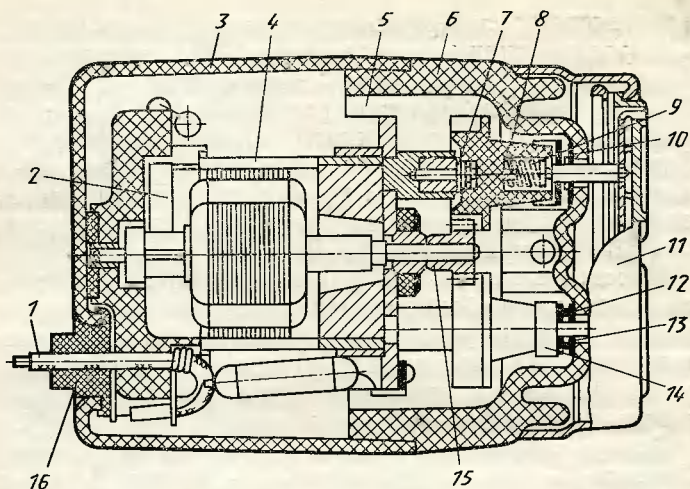

Рис. 35. Электробритва «Молодость»:
Бритва состоит из корпуса 6 (рис. 35), ножевого блока 11 и крышки 3. В корпусе установлен малогабаритный коллекторный электродвигатель 4, на вал которого надета трибка 15, передающая вращательное движение ножам через зубчатые колеса 8 и 14. Ножевой блок электробритвы «Молодость» аналогичен ножевому блоку электробритвы «Харьков». Он состоит из двух круглых вращающихся ножей. Плотное прилегание подвижных ножей к неподвижным осуществляется пружинами 9.
**Разборка.** Снять ножевой блок 11 (см. рис. 35) с предохранительным колпачком, отвернуть два винта 5 на крышке 3 корпуса бритвы, снять крышку, отвернуть две гайки на корпусе 6 и снять его. Снять зубчатые колеса 8 и 14 с пружинами 9 и 13 и шайбами 7, 10 и 12.